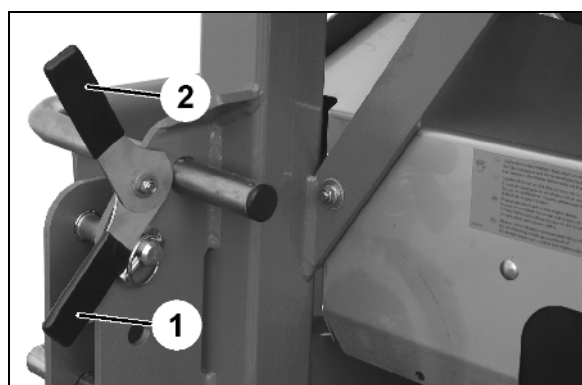

Рис. 24
1. Ослабьте эксцентриковые зажимы с обеих сторон (Рис. 24/1).